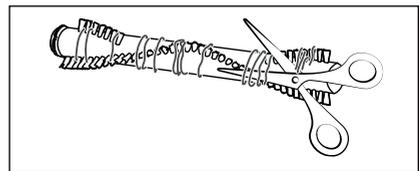

Fig. 26
- 4) Coupez les fils et les cheveux le long des poils du rouleau brosse ②① à l'aide de ciseaux (voir fig. 26). Retirez les fils et les cheveux du rouleau de la brosse ②①.